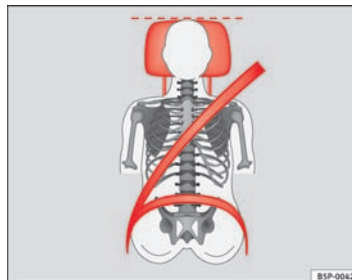
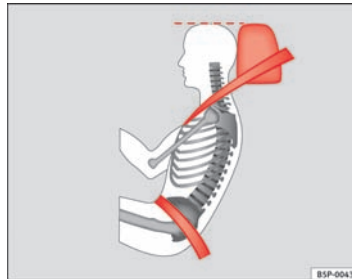

Fig. 3 Korrekt indstillet hovedstøtte set forfra
Fig. 4 Korrekt indstillet hovedstøtte set fra siden ▶
- Indstil hovedstøtten således, at hovedstøttens øverste kant er på højde med den øverste del af dit hoved, dog mindst i øjenhøjde ⇒ Fig. 3 og ⇒ Fig. 4.